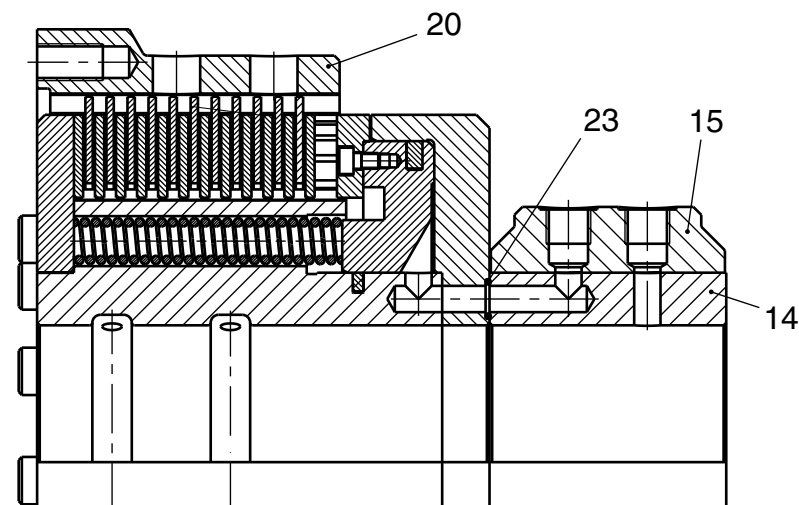

Abb. 3: Kupplung mit außenliegender Öleinführung
Bei den Kupplungen mit außenliegender Öleinführung (siehe Abb. 3) ist der Öleinführungsring (14) durch eine Wellenmutter mit der Kupplung zu verspannen.